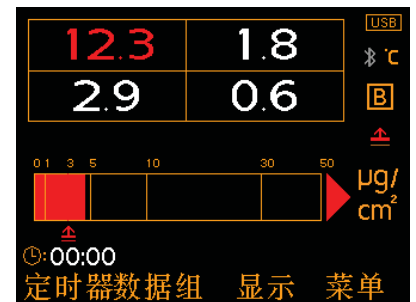

图5: 读数×4和柱状图
- 柱状图(图5); 一个模拟表示当前测量值与最高(Hi), 最低(Lo)和平均(\bar{x})的读数. 当每次读取, 柱状图将自动更新.